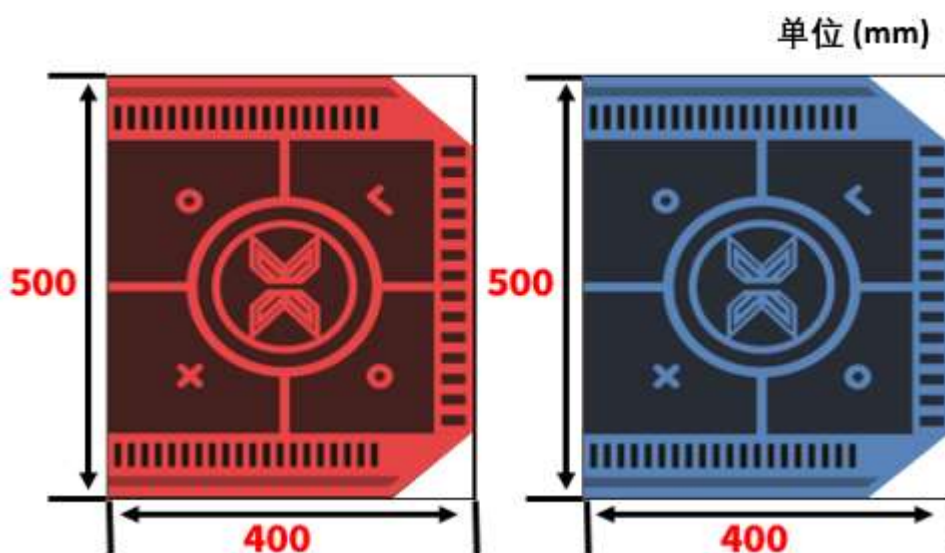

图 3.6 质检区示意图
(3) **质检区**：红蓝双方半场内各有两处质检区，外形和尺寸如图 3.6 所示。